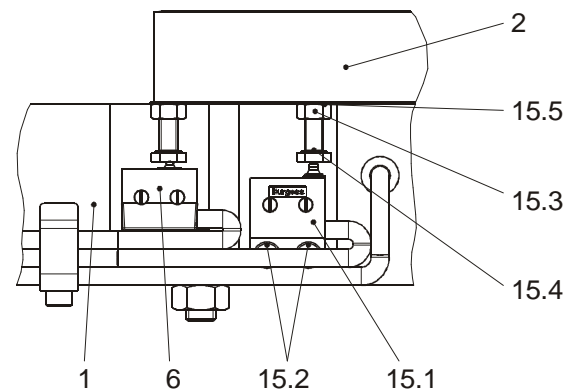

Bild 10
Verschleißüberwachung (15) Bild 10 (typenabhängige Option)
Es ist nur ein Mikroschalter für Verschleißüberwachung (15) pro ROBA®-twinstop® Bremse erforderlich, welcher auf der Bremse, wie in Bild 10 dargestellt, montiert ist. Die ROBA®-twinstop® Bremse wird mit werkseitig eingestellter Verschleißüberwachung (15) geliefert.
Werkseitige Einstellung und Funktionsprüfung der Mikroschalter (15.1), siehe Bild 10